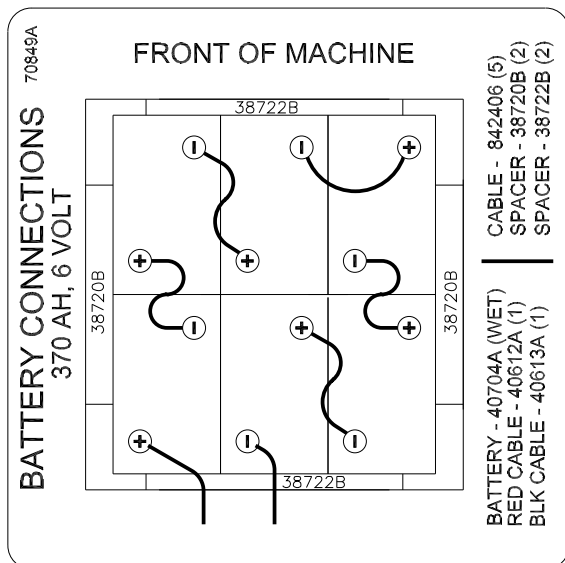

Figure 4
3. Placez les batteries dans le corps comme indiqué dans la figure 4.
4. Connectez les câbles entre les batteries comme indiqué. Cf. figure 4.